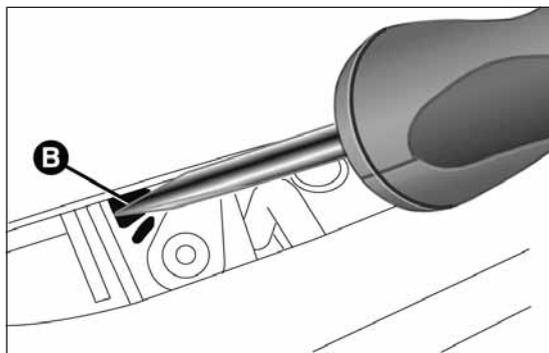

fig. 82
- introduire ensuite le tournevis dans le logement B fig. 82 de manière à déclipser la languette de déverrouillage du coffre à bagages.